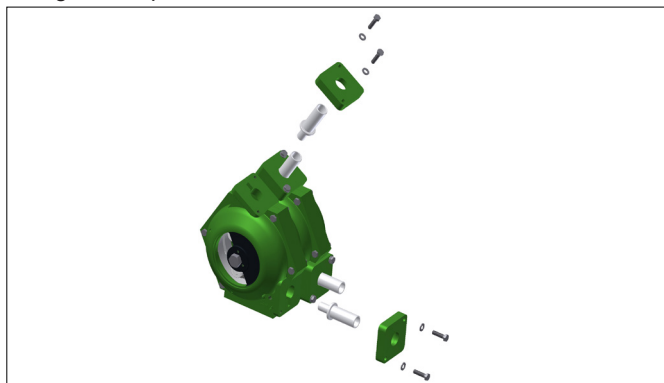

Figure 6 Installation du tuyau de la pompe
3. Placez la rondelle de fermeture par pression sur l'extrémité du tuyau et placez les connecteurs dans les extrémités du tuyau, du côté de l'aspiration et du refoulement. Pour la deuxième tête de pompe, répétez les étapes 1 et 2 (voir Figures 6 et 7).